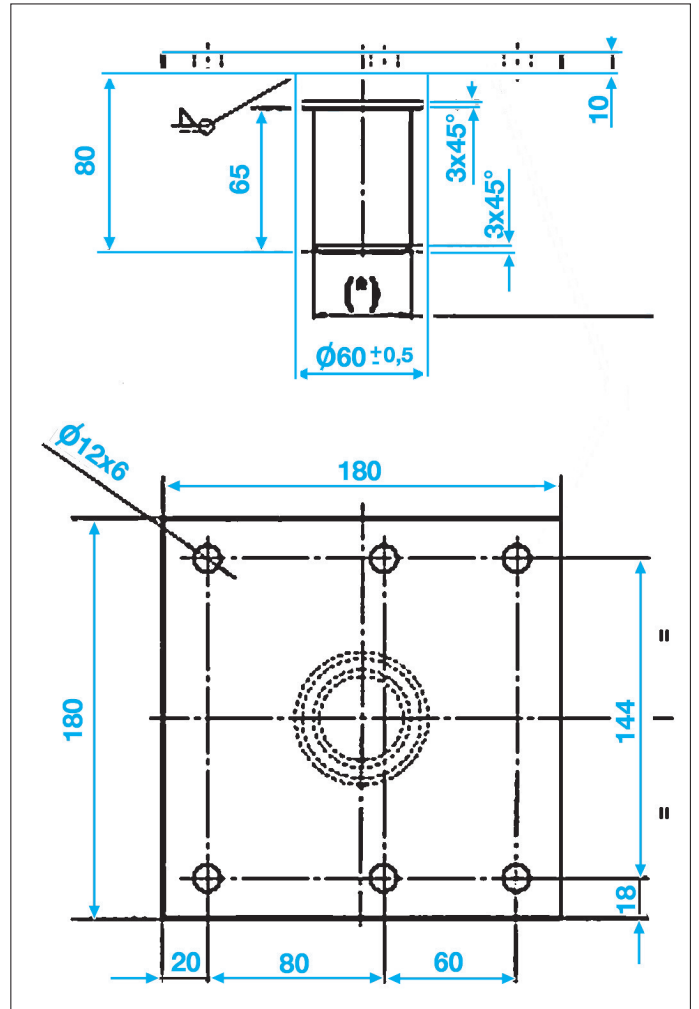

Fig. 23
- Réaliser un montage rigide (Fig.23).